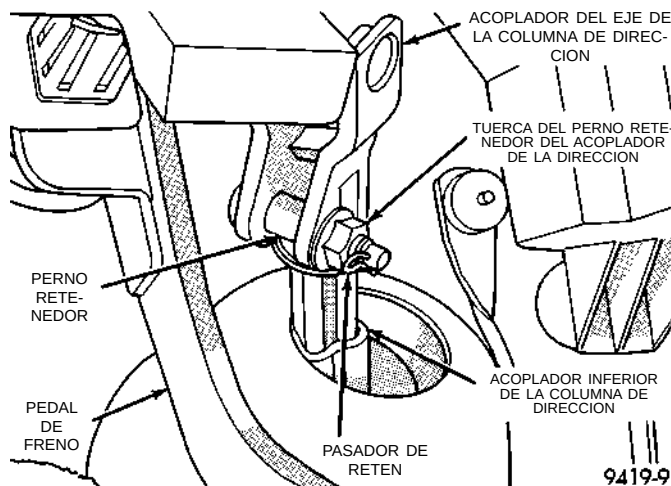

Fig. 4 Acoplador de la columna de dirección al mecanismo de dirección
(1) Desde el interior del vehículo, desconecte el acoplador del mecanismo de dirección del acoplador del eje de la columna de dirección (Fig. 4).
(2) Eleve el vehículo sobre gatos fijos o centrado en un elevador de contacto de bastidor. Para informarse sobre el procedimiento apropiado de elevación que debe usarse en este vehículo, consulte Elevación en la sección de Lubricación y mantenimiento de este manual.
(3) Retire del vehículo los dos conjuntos delanteros de rueda y neumático.
(4) Retire el montante del amortiguador vibratorio del motor/transeje, si está equipado, del travesaño